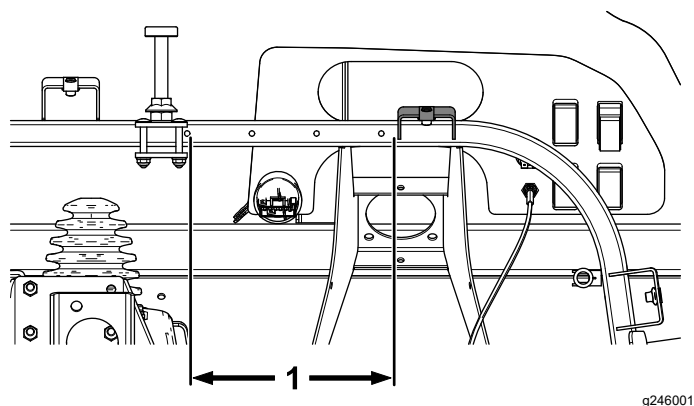

Figure 35
1. Mesurez 20,7 cm à gauche du bord inférieur du support de capot et repérez cet emplacement (Figure 35).